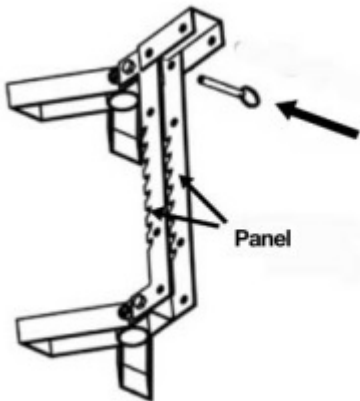

Figure 12
1. Assemblez l'extrémité sur l'ensemble du support à l'aide du boulon (M10*65), de la rondelle (M10) et de l'écrou (M10). Comme indiqué sur la figure 12.